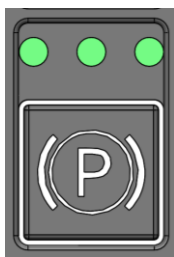

Рисунок 5.52 Кнопка «Паркинг»
- ▶ Включить стояночный тормоз нажав кнопку паркинга «Р» в блоке кнопок управления 1 (рис. 5.52).